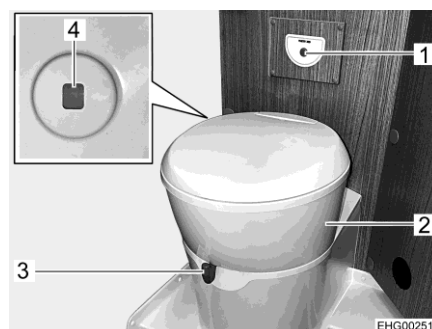

Fig. 106 Inodoro
La taza del inodoro se podrá girar a la posición deseada. Para ello, agarrar la parte superior (Fig. 106,2) del inodoro con ambas manos y girarla.
La unidad de mando con el botón del inodoro (Fig. 106,1) está instalado cerca de la taza del inodoro.
- Antes del lavado, abrir la corredera del inodoro. Para ello, empujar la palanca de corredera (Fig. 106,3) en sentido contrario a las agujas del reloj.
- Para lavar, pulsar el botón del inodoro azul (Fig. 106,1).
El color del indicador de nivel de llenado (Fig. 106,4) cambiará de color verde a rojo cuando se debe vaciar el depósito de aguas fecales.